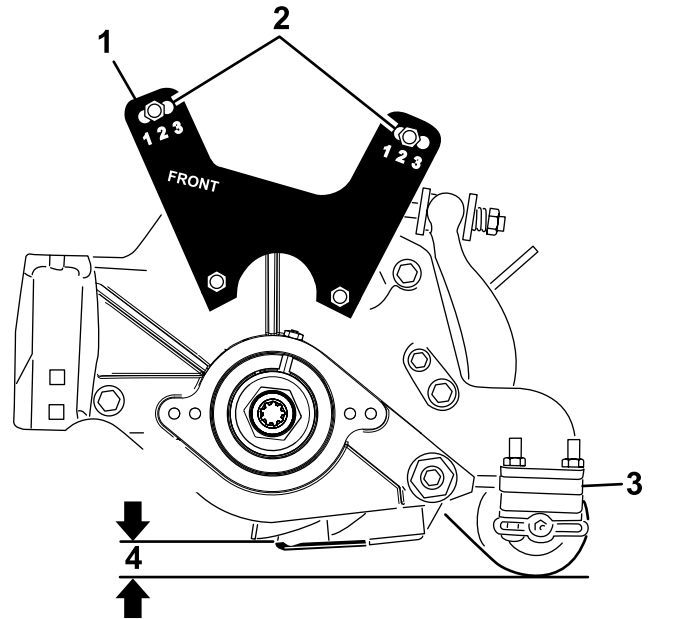

Figure 20
- Abaissez le plateau de coupe au sol et mesurez la distance du sol au sommet de la contre-lame, comme montré à la Figure 20.